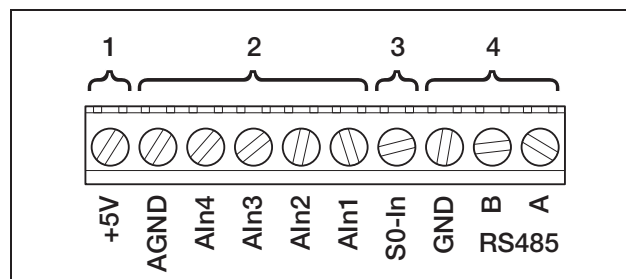

Abbildung 54: Kabelklemme
- Schließen Sie die Leitungen entsprechend der Anschlussbelegung (Abbildung 54 und Tabelle 8) an der Klemme an.
Auf der Klemme für analoge Schnittstellen (Abbildung 54) befinden sich Anschlüsse für die serielle **RS485-Schnittstelle**. Über RS485 können, abhängig von den benutzten Wechselrichtern, bis zu 200 Wechselrichter vernetzt werden, siehe Tabelle 9.
- Schließen Sie die Leitungen entsprechend der Anschlussbelegung (Tabelle 8) an der Klemme (4 in Abbildung 54) an.